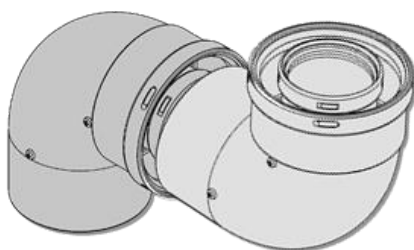

Рис. 30 Два колена соединённые напрямую
- **Не рекомендуется** одно колено напрямую соединять с другим коленом (См. Рис. 30) Для стабилизации потока газа всегда необходимо между коленами вставлять участок прямой трубы (минимум 0,5 м. для колена 90° и 0,2 м. для колена 45°). В случае если приходится соединять два колена 90° друг за другом, без минимального участка для стабилизации, то при расчёте длины дымохода **необходимо** учитывать, что в этом случае потеря давления в каждом колене увеличивается в два раза.